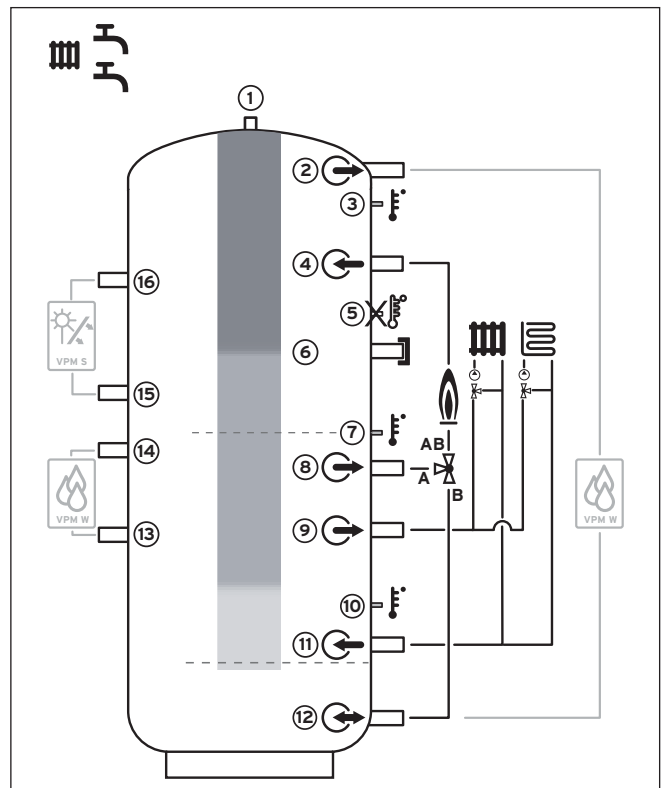

Fig. 3.3 Bollitore tampone VPS/2: esempio di impiego in impianti sportivi
- Produzione di acqua calda e impianti di riscaldamento con maggiore fabbisogno di acqua calda (vedere fig. 3.3) ad es. in impianti sportivi)